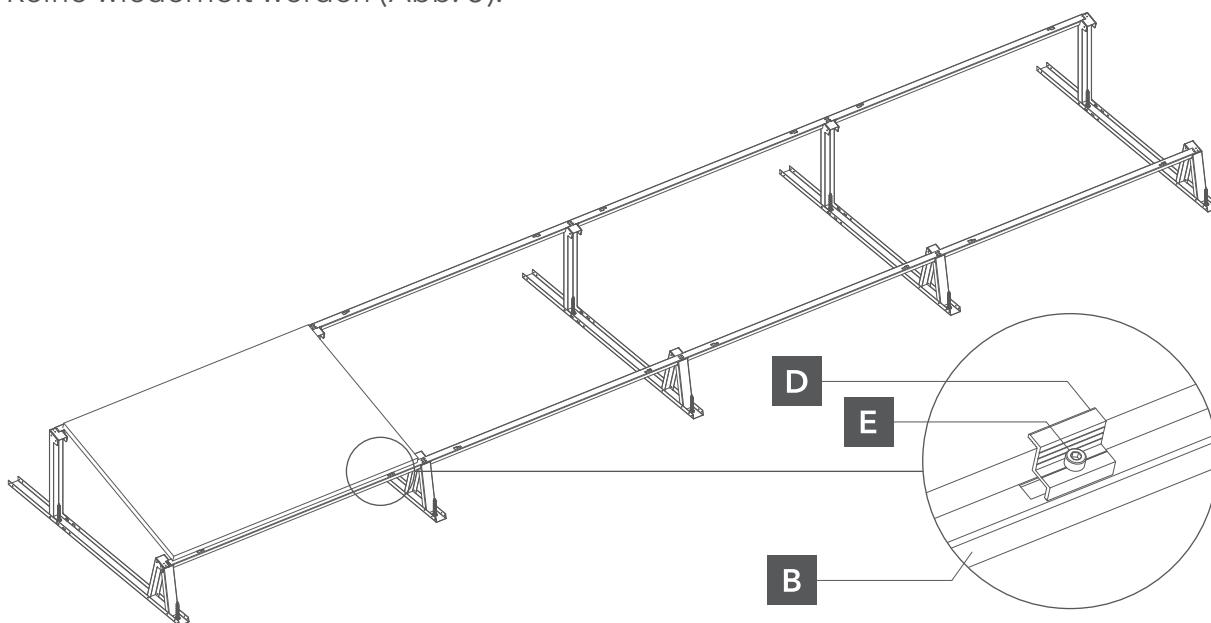

Abb. 5. Befestigung der Module an dem Stützsystem.
- 5** Auf den Dachlatten legen wir den ersten, äußersten Photovoltaik-Modul und halten es, um die Endklemmen zu montieren. Die Schraubklemmen sind mit M8 Imbusschrauben und Muttern ausgestattet. Diese Prozedur muss für die Montage aller Module in der Reihe wiederholt werden (Abb. 5).